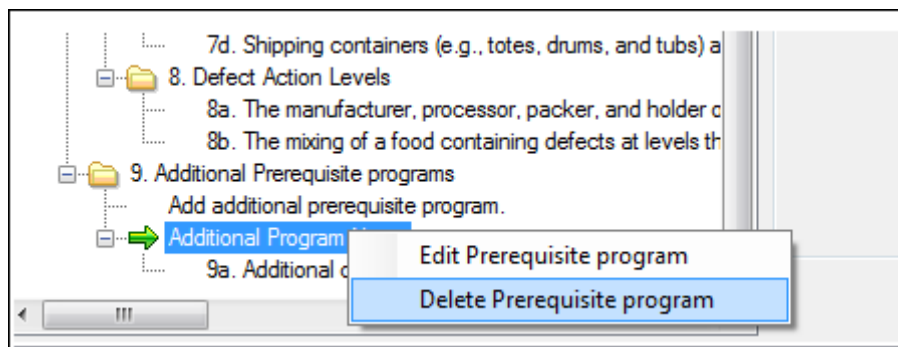

図35:追加の前提条件プログラムの削除
Preliminary Steps (前提条件手順)タブからプロセス手順をインポート(図35)するには、次の手順を実行する。
- a) 図35に表示されたプロンプトから “**Manually (手動)**”を選択する。